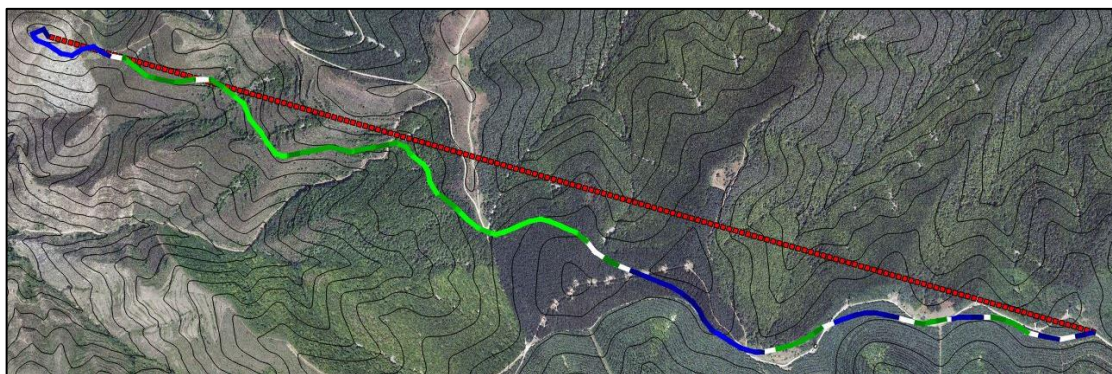
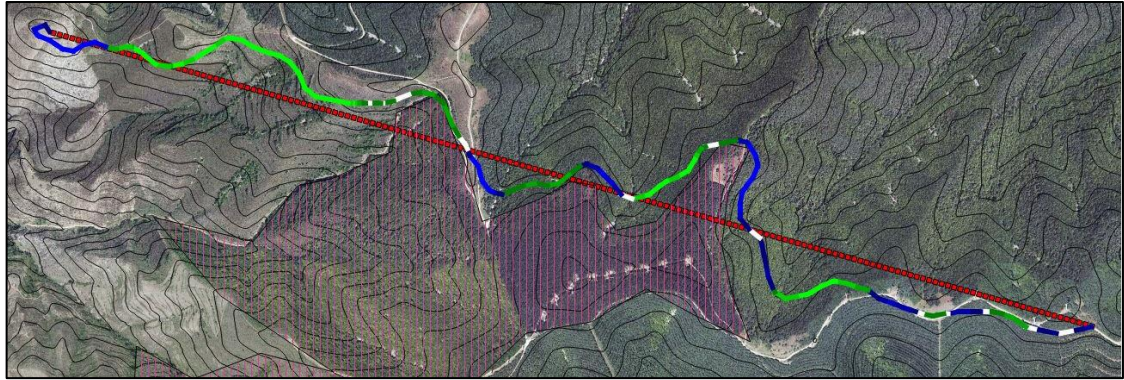

Imagen 3. Trazado de vía sin incluir áreas de exclusión al trazado
Imagen 4. Trazado de vía incluyendo áreas de exclusión. La aplicación traza la vía evitando entrar en el área rallada verticalmente
- **Polígono/s de exclusión [opcional]:** *Forest Road Designer* admite la posibilidad de excluir ciertas zonas del trazado, como ya se ha indicado previamente. Las zonas de exclusión deben estar definidas geográficamente mediante una capa vectorial (formato “ESRI shapefile”) de tipo polígono o multipolígono. La aplicación evitará el trazado por dentro de estas zonas (Imagen 3 e Imagen 4).